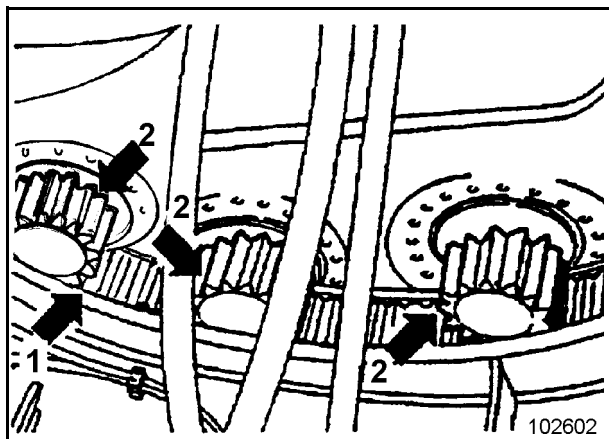
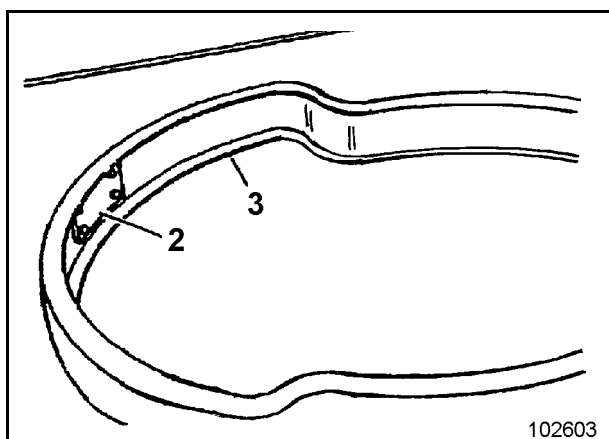

Fig. 2
Fig. 3
Innenverzahnung (1, Fig. 2) und Ritzel (2) sind mit Abdeckungen (3, Fig. 3) verkleidet. Sie bilden eine Wanne, in dessen Fettfüllung sich das Ritzel des Schwenkwerkes bewegt.
Die Abdeckungen haben eine Kontrollöffnung, die mit den Deckeln (2, Fig. 3) verschlossen ist. Zur Prüfung Deckel abbauen.